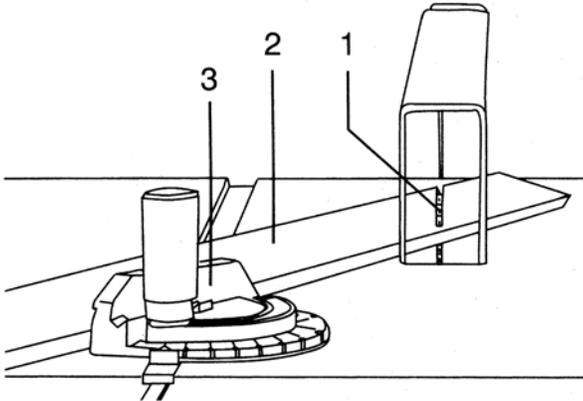

Fig. 30
1. Ponga el calibrador al ángulo deseado (Fig. 30).
2. Sujete la pieza de trabajo (2) firmemente contra el calibrador (3).
3. Alimente la pieza de trabajo lentamente al disco (1) para evitar que la pieza se mueva.